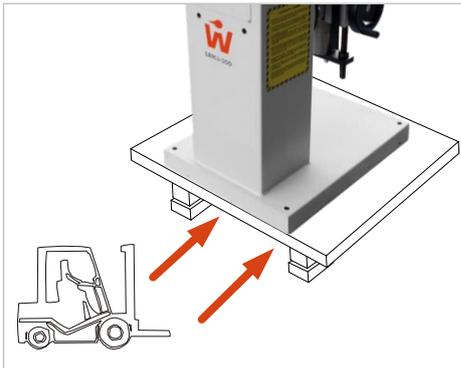

Abbildung 5: Transportpalette
- Mit einem für das Maschinengewicht geeignetem Gabelstapler oder Hubwagen zwischen die Palettenhölzer fahren (siehe ⇒ Abbildung 5), die Palette nur wenige Zentimeter anheben und in die unmittelbare Nähe des Aufstellorts fahren.